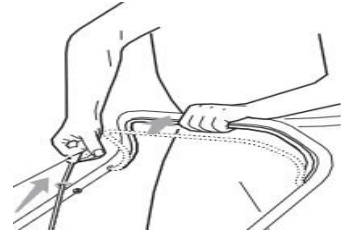

Fig. 11C
3. Saisissez la poignée du démarreur et tirez fermement le câble du démarreur pour démarrer le moteur, à ce stade, la lame tourne avec le moteur à essence ; Fig. 11C